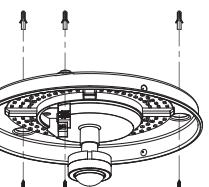

Figura 2
- Passe o cabo de alimentação através do orifício situado na parte inferior e, em seguida, conecte-o à coluna de conexão de acordo com o diagrama de conexão de cables. Coloque a lâmpara com sensor na posição desejada e fixe-a com os parafusos de fixação. (Consulte a figura 2).